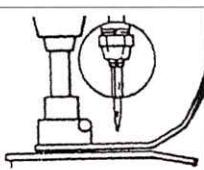

Abb.6
- >> Drücken Sie die Nadel bis zum Anschlag in die Nadelstange. Achten Sie darauf, dass die Nut von der Nadel nach aussen zeigen muß. Klemmen Sie anschließend die Nadel mit dem mitgelieferten Schraubenschlüssel fest. (s. Abb.6)